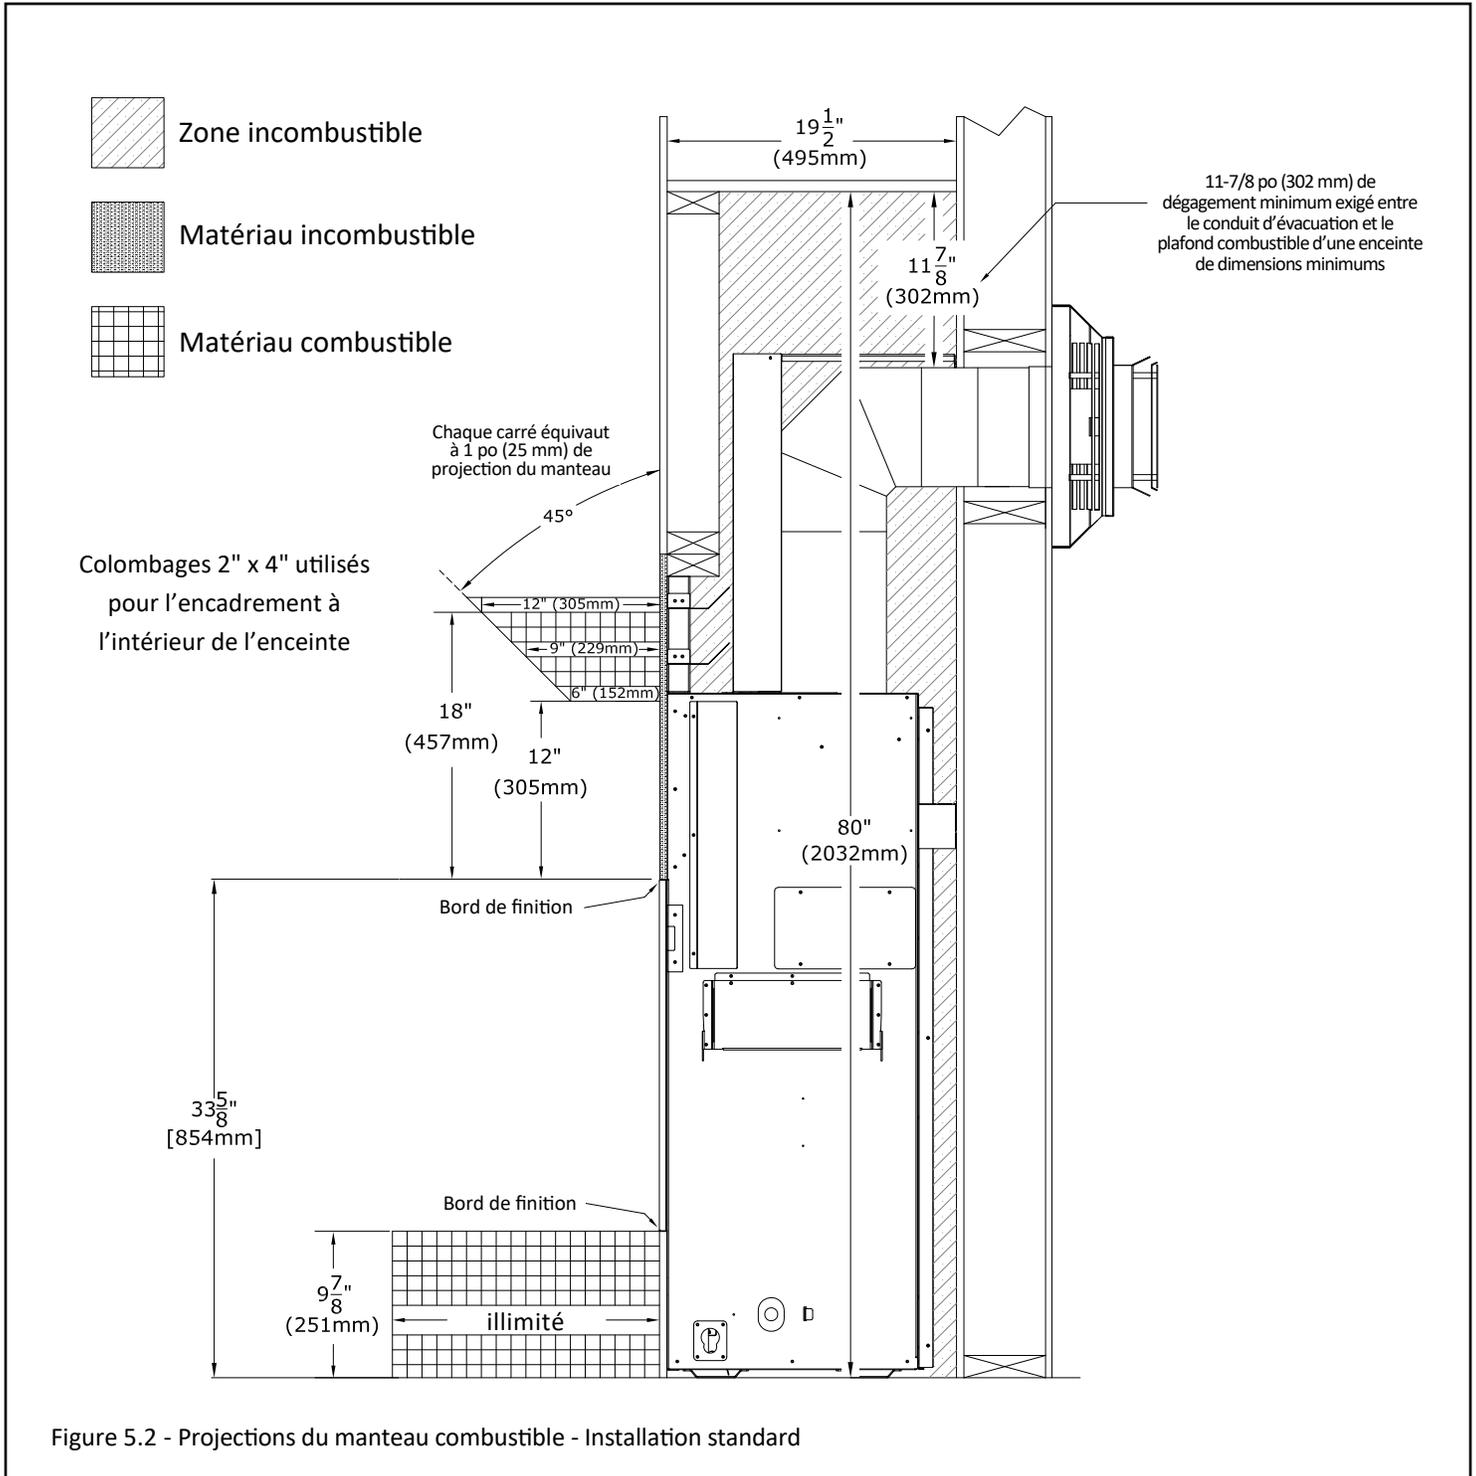

Figure 5.2 - Projections du manteau combustible - Installation standard
- Profondeur du manteau combustible : Comme la FIGURE 5.2 l'indique, le manteau de 6 po (152 mm) commence 12 po (305 mm) au-dessus du bord de finition supérieur du foyer. La profondeur du manteau peut augmenter de 1 po (25 mm) pour chaque pouce (25 mm) de hauteur additionnelle, à partir d'un manteau de 6 po (152 mm).
La Figure 5.2 montre la profondeur permise d'un manteau combustible de 6 po (152 mm), commençant à 12 po au haut du bord de finition supérieur du foyer. Les dimensions montrées sont permises pour une option d'installation standard. La profondeur du manteau peut augmenter de 1 po (25 mm) pour chaque 1 po (25 mm) de hauteur, à partir d'un manteau de 6 po (152 mm) de profondeur. Une extension d'âtre combustible est permise avec une longueur de projection illimitée à partir du bord de finition inférieur du foyer.